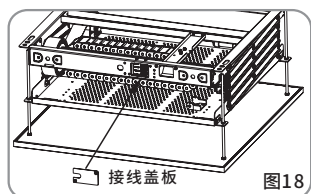

图18
12. 连接升降架的电源，拆除升降架后方的接线盖板（图18），根据控制的方式（手动控制或者外接遥控盒、中控等）在接线柱上接好控制线（图19-20），将控制开关（手动控制）或遥控盒固定在便于控制的地方，然后把电源插头插到交流电源插座上。